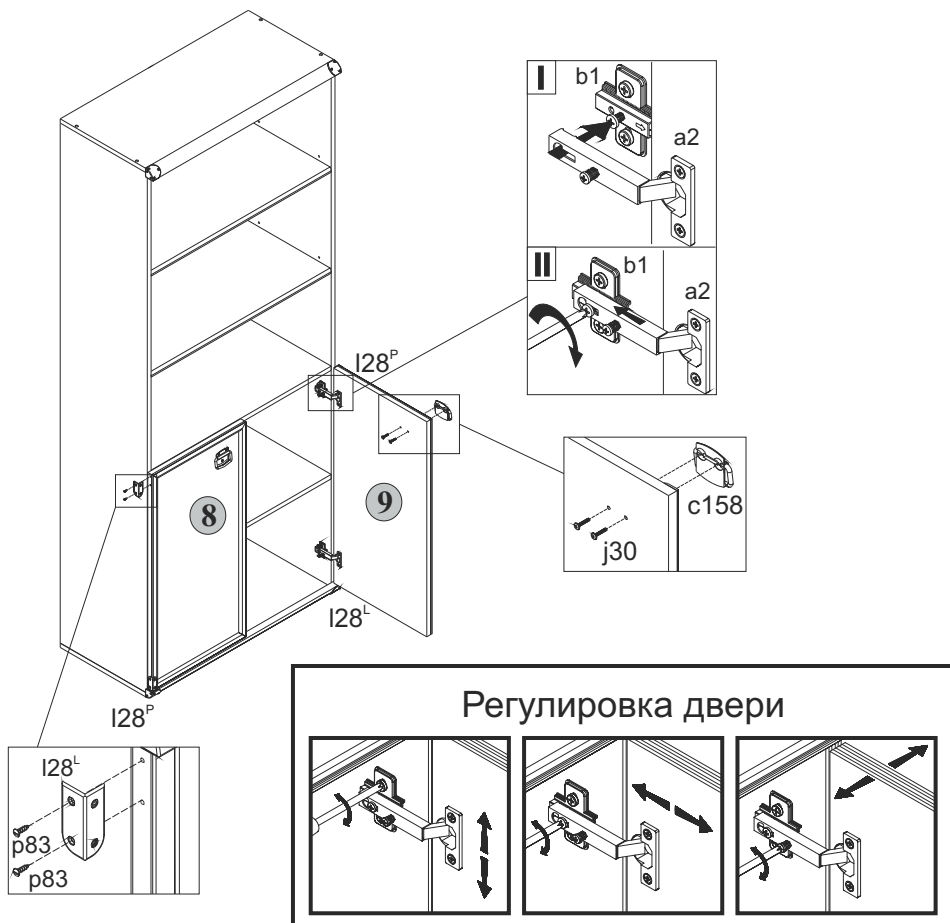

Рис. 3
5.13 Положить двери **8** и **9** фасадной поверхностью вниз на ровную поверхность. Закрепить на дверях петли шарнирные **a2**, пользуясь крестообразной отверткой (см.рис.3).
5.14 Навесить двери на корпус шкафа, совместив петли шарнирные **a2** с направляющими петель **b1** (см.рис.3). При необходимости отрегулировать положение дверей вращая регулировочные винты, как показано на рисунке 3.